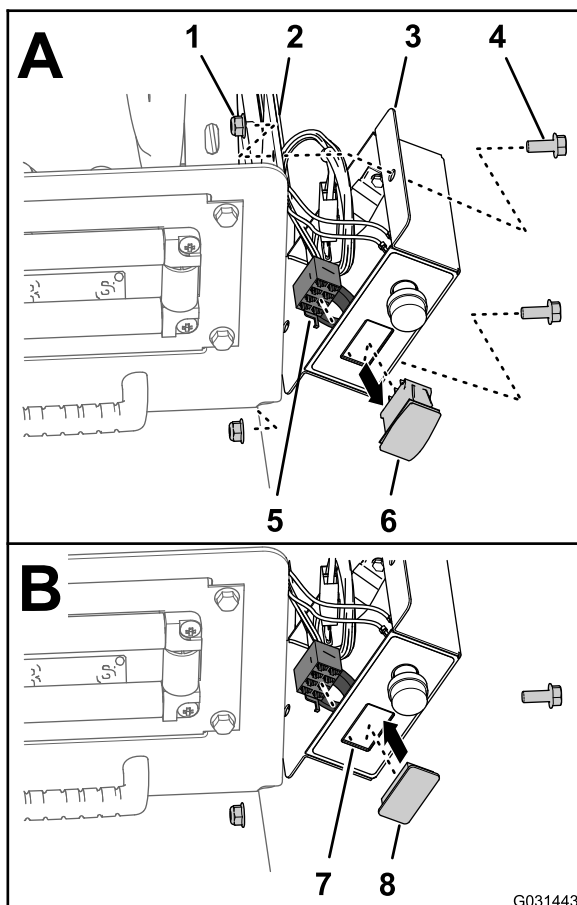

Figura 7
1. Rimuovete i 2 bulloni (5/16" x 3/4") e i 2 dadi di bloccaggio (5/16") che fissano la scatola di comando alla piastra di montaggio dei cilindri (Figura 7).
7. Allineate la scatola di comando alla piastra di montaggio dei cilindri (Figura 7) e fissate la scatola alla piastra con i 2 bulloni (5/16" x 3/4") e i 2 dadi di bloccaggio (5/16").
2. Scollegate il connettore a 8 prese del cablaggio della scatola di comando dall'interruttore di COMANDO DELLA PRESSIONE (Figura 7).
3. Disponete il connettore a 8 prese all'interno della scatola di comando (Figura 7).
4. Spremete le alette di bloccaggio dell'interruttore di COMANDO DELLA PRESSIONE e premete l'interruttore fuori dalla scatola di comando (Figura 7).
5. Allineate il tappo dell'interruttore sull'apertura nella scatola di comando dove avete rimosso l'interruttore (Figura 7).
6. Inserite il tappo dell'interruttore nella scatola di comando, fino a quando il tappo non scatta nel coperchio in modo sicuro (Figura 7).